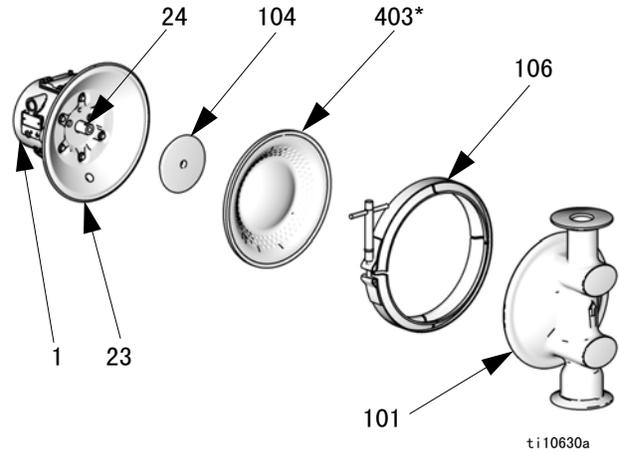

图 12
3. 卸下固定与空气盖 (23) 连接的流体盖 (101) 的管夹 (106)。将流体盖 (101) 从泵上拉出。见图 12。
5. 隔膜用手拧紧组装。要拧松隔膜，应牢固地抓住两个隔膜的外沿并逆时针旋转。其中一个隔膜组件可任意移动，而另一个仍然连接在轴上。卸下可任意移动的隔膜 (403) 和空气侧隔膜板 (104)。
6. 将对面的隔膜组件和轴 (24) 拉出中心机壳 (1)。用 19 毫米开口扳手夹住轴平面并将隔膜和空气侧隔膜板从轴上卸下。
7. 检查隔膜轴 (24) 是否有磨损或刮伤。若已损坏，则应检查轴承 (19) 情况。若轴承已损坏，则请参阅第 24 页。
8. 将 O 形圈挑针伸到中心机壳 (1) 内，并勾住 U 形环垫圈 (402)，然后将其一起从机壳中拉出。轴承 (19) 未卸下也可以进行这个操作。